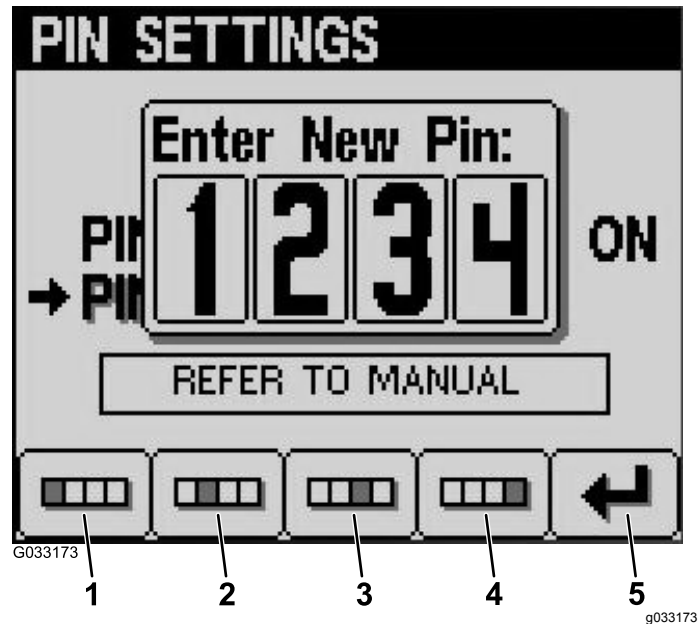

Figura 25
7. Introduza o PIN novo utilizando os botões 1 a 4 e prima o botão 5 quando concluir o novo PIN (Figura 25).